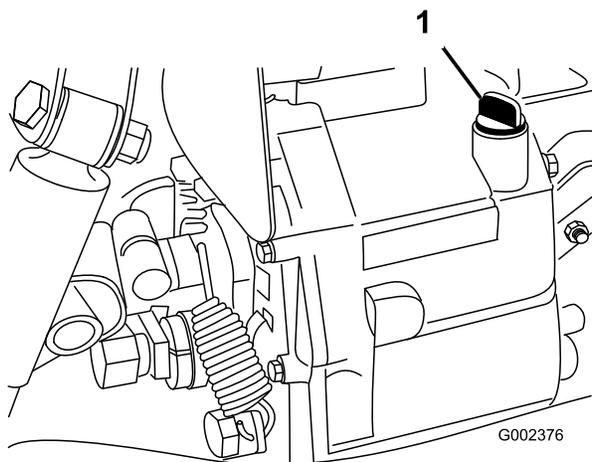

Рисунок 19
2. Очистите область вокруг отверстия для измерительного шупа (Рисунок 19).